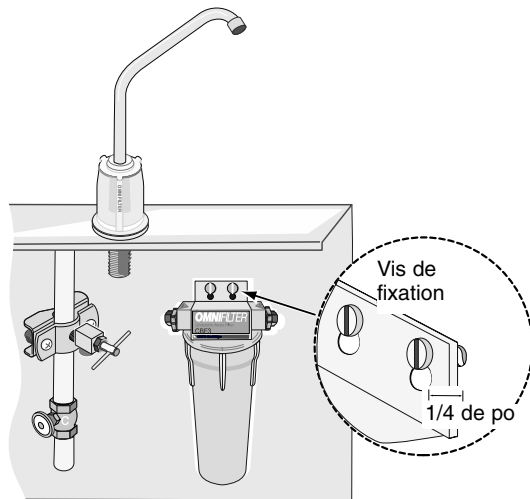

Figure 8
12. Poser le filtre sur les vis de fixation installées lors de l'opération 2., puis bien serrer ces vis. Se reporter à la Figure 8.